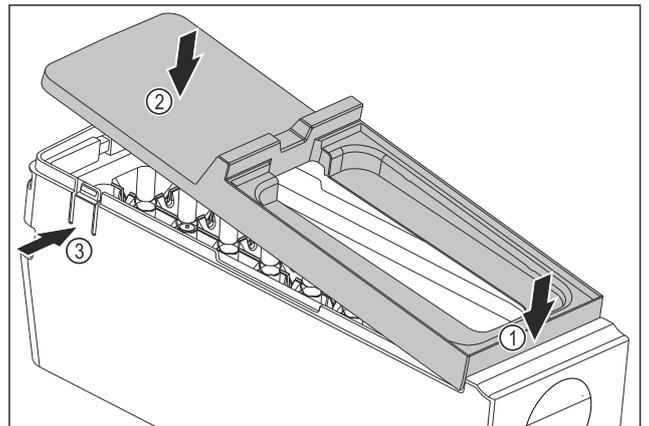

Fig. 124
- ▶ 安装 EasyTwist-Ice 机身的盖板：放置盖板前部。 Fig. 124 (1)
- ▶ 降下盖板后部。 Fig. 124 (2)
- ▶ 盖板卡入到两个接片 Fig. 124 (3) 中，可以听见声音。